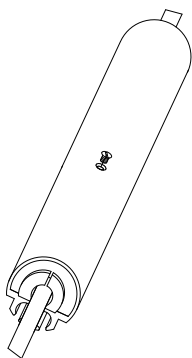

Рис.8
4.5.6. Наложить два последних вкладыша на штаг и разместить во втулке соединительной. Все это вставить в нижний конец профиля для заводки стакселя так, чтобы отверстия совпали. С помощью винтов соединить их между собой (см. рис.8).